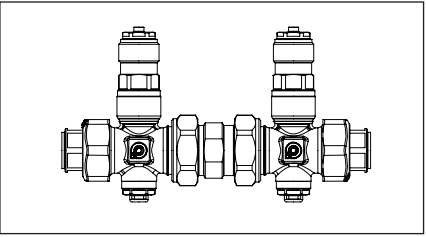

Figure 18 - Installer un robinet anti-gel en ligne sur la conduite d'eau froide vers la pompe à chaleur, avant le raccordement final à la pompe à chaleur.
- Nous recommandons vivement d'installer un robinet anti-gel dans les régions où la température ambiante peut descendre en dessous de zéro afin de protéger la pompe à chaleur et la tuyauterie en cas de panne de courant. Un robinet anti-gel est proposé à l'achat en tant qu'accessoire pour ce système. Le robinet doit être installé en ligne sur la conduite d'eau froide vers la pompe à chaleur, avant le raccordement final à la pompe à chaleur (Figure 18). Voir l'installation complète à la page 2.